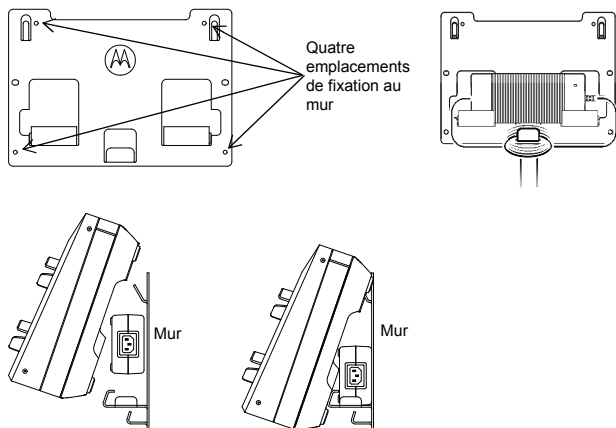

Figure 4 : Fixation du chargeur pour unités multiples au support mural
4. Accrochez le chargeur pour unités multiples au support mural, comme illustré sur la Figure 4.